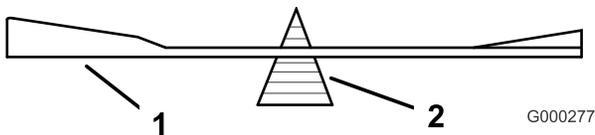
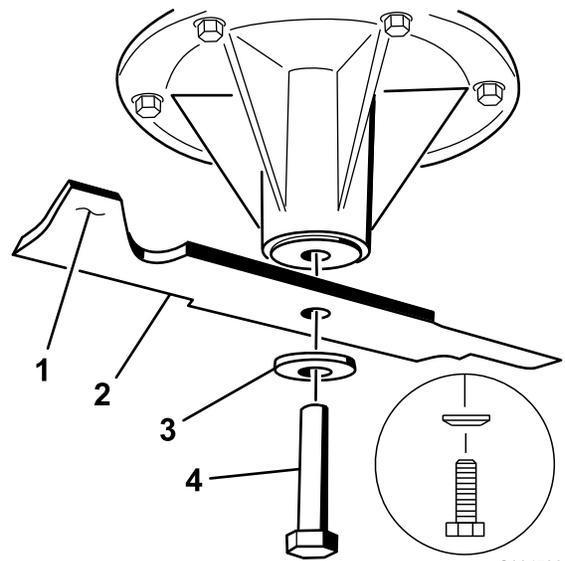

Bild 93
Bild 94
2. Überprüfen Sie die Auswuchtung des Schnittmessers auf einer Ausgleichsmaschine (Bild 93). Wenn das Schnittmesser in seiner horizontalen Position bleibt, ist es ausgewuchtet und kann wiederverwendet werden. Feilen Sie, wenn das Schnittmesser nicht ausgewuchtet ist, vom Flügelbereich des Messers etwas Metall ab (Bild 94). Wiederholen Sie diesen Vorgang, bis das Messer ausgewuchtet ist.
1. Setzen Sie das Messer auf die Spindelwelle (Bild 94).
2. Setzen Sie die Federscheibe und die Messerschraube ein. Der Konus der Federscheibe muss bei der Installation in Richtung Schraubenkopf zeigen (Bild 94). Ziehen Sie die Messerschraube mit 115 bis 149 Nm an.